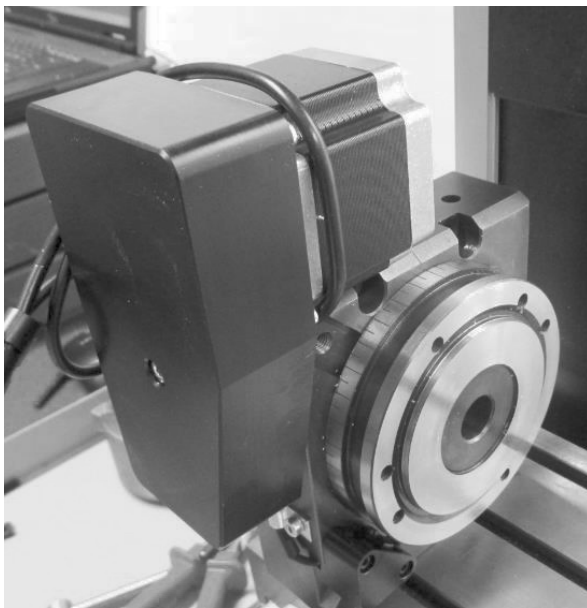

Fig. 9
4. Die Abbildungen Fig. 9 und 10 zeigen den Teilapparat mit zwei verschiedenen Positionen der Motor-Getriebeeinheit.